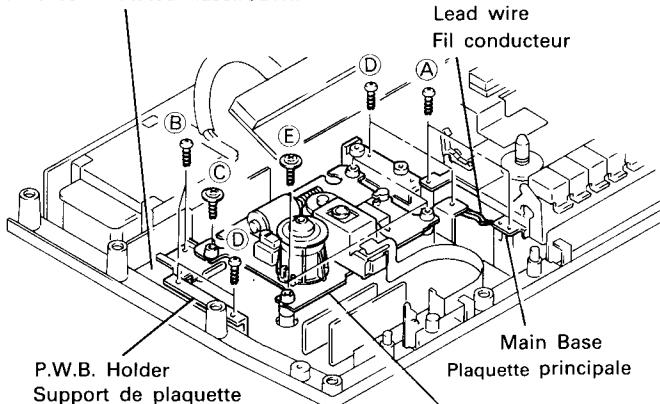

Fig. 32a
2. Remove two screws **A** and pull out the Lead Wire at the bottom of the chassis (which connects to the CD Function Switch P.W.B.). (Fig. 32a)
3. Remove two screws **B** and one screw **C** and then remove the Laser/Open Switch P.W.B. together with the P.W.B. Holder (Fig. 32a)
2. Enlever deux vis **A** et le fil conducteur situé au fond du châssis (rélié à la plaquette commutateurs de fonction CD). (Fig. 32a)
3. Enlever deux vis **B** et une vis **C**, puis enlever la plaquette de commutateur laser/ouvrir conjointement au support de plaquette. (Fig. 32a)